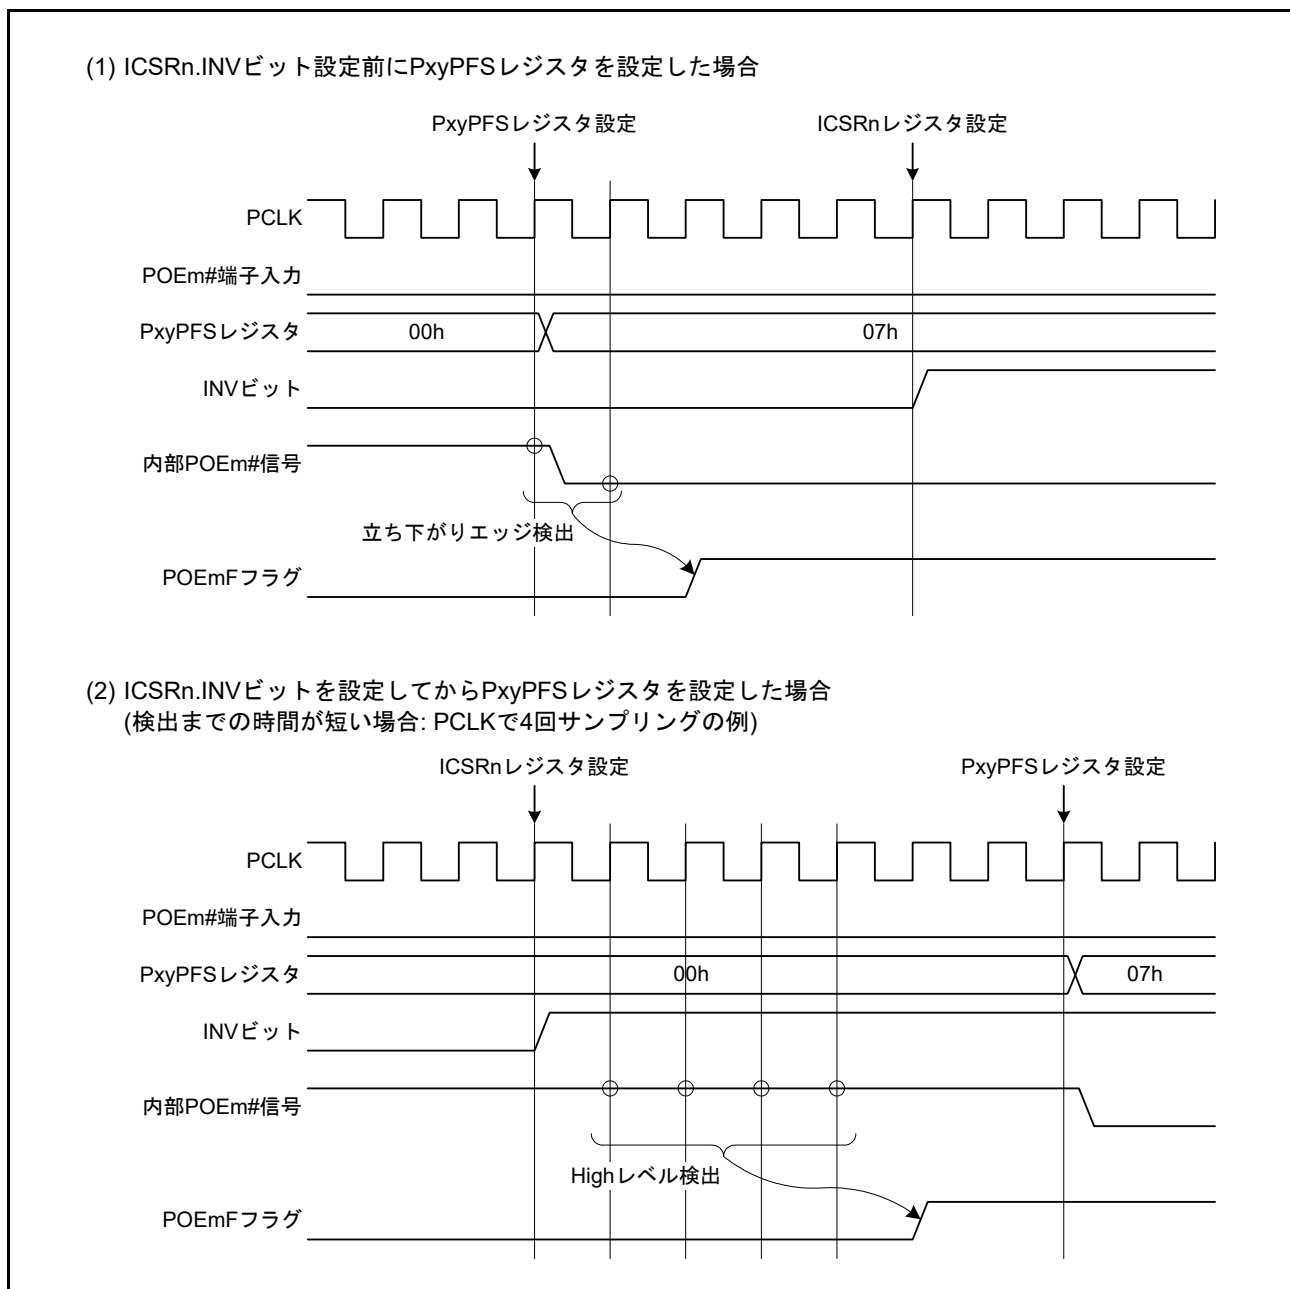

図 23.17 ICSRn.INV ビットと PxyPFS レジスタの設定タイミング
ICSRn.INV ビット ($n=1 \sim 5, 7, 8$) を“1” (立ち上がりエッジまたは High レベル検出) にして使用する場合、リセット解除時の POEm# 端子 ($m=0, 4, 8, 10, 11, 12, 9$) には Low が入力されているはずですが、この状態で MPC.PxyPFS レジスタにより POEm# 信号を選択すると、内部信号が High から Low に変化するため、出力停止要求が生成されてしまいます (図 23.17 (1) 参照)。先に ICSRn レジスタを設定してから PxyPFS レジスタを設定してください。
なお、ICSRn.POEmM[3:0] ビット、POEmM2[3:0] ビットの設定によっては、ICSRn レジスタを設定してから PxyPFS レジスタを設定するまでの間に出力停止要求が生成される場合があります (図 23.17 (2) 参照)。この場合は、「23.3.10 出力停止状態の解除」に従って、ICSRn.POEmF フラグをクリアしてください。